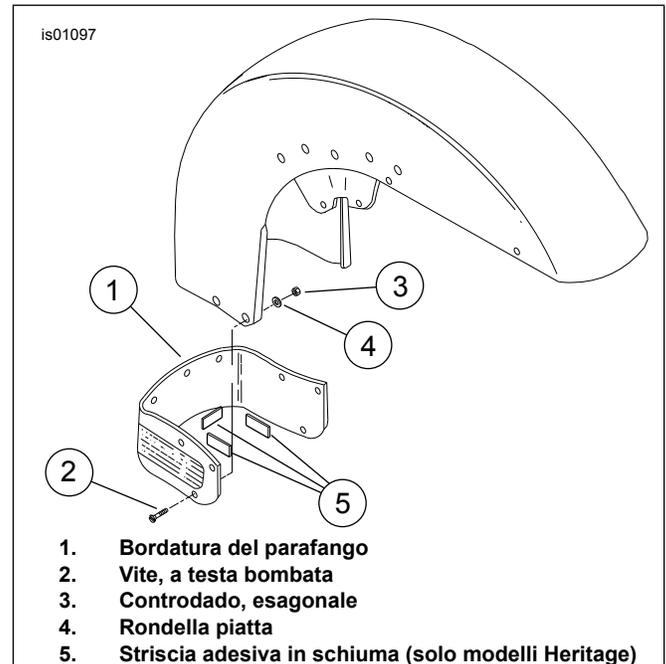

Figura 1. Bordatura e bulloneria di montaggio del parafango anteriore
1. Vedere la Figura 1. Rimuovere i dispositivi di fissaggio (2) dalla bordatura di serie del parafango.